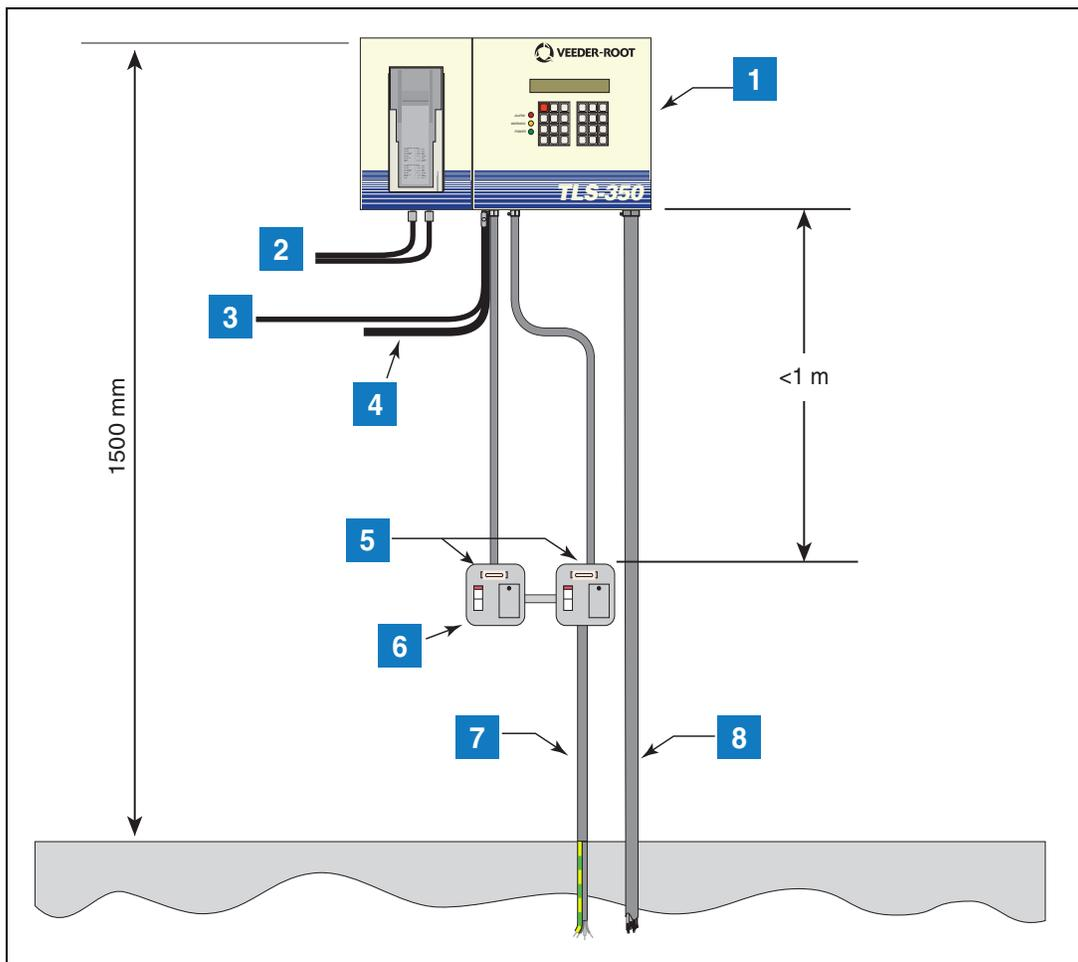
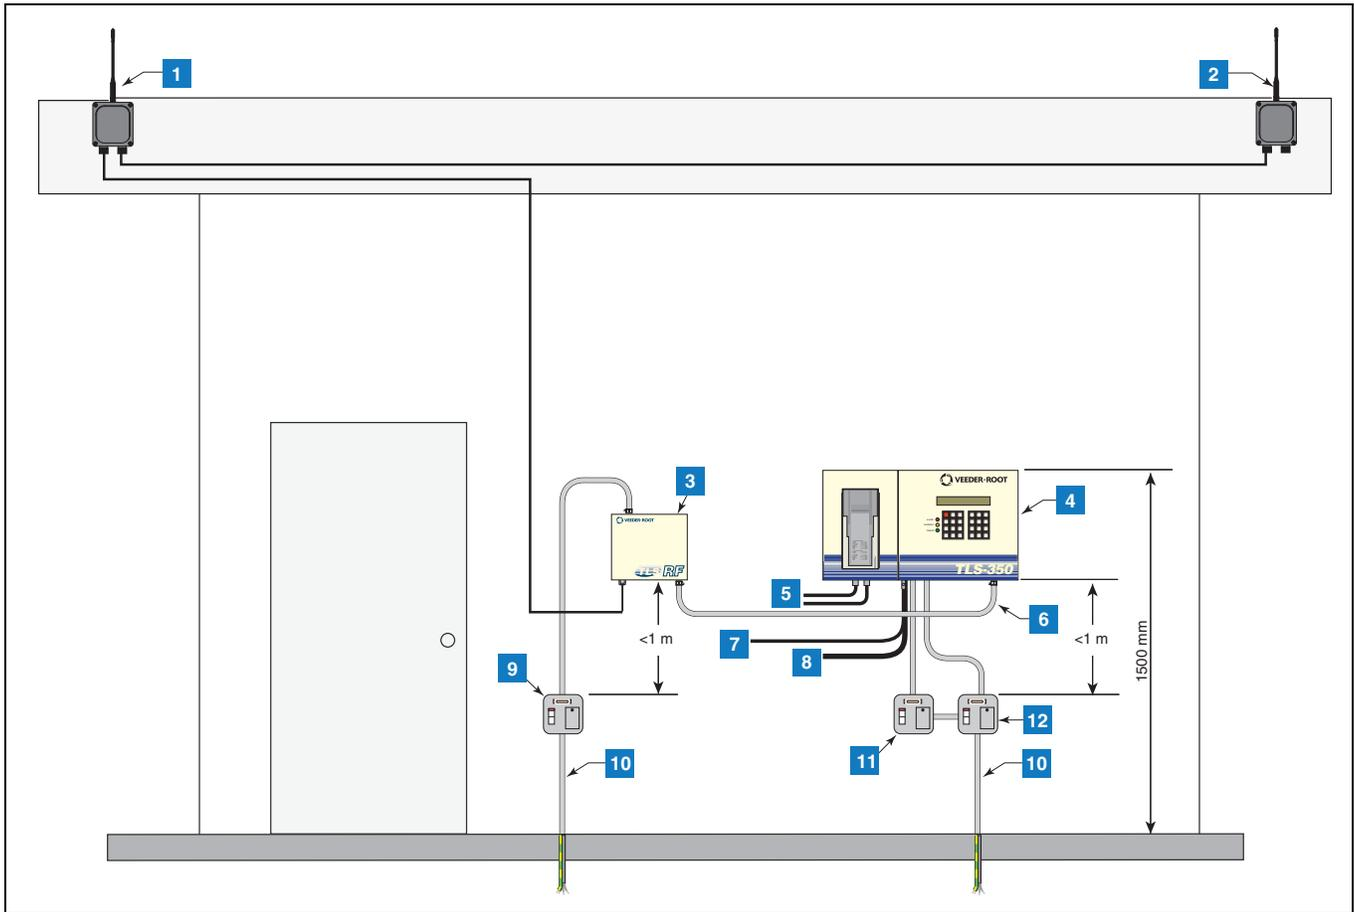
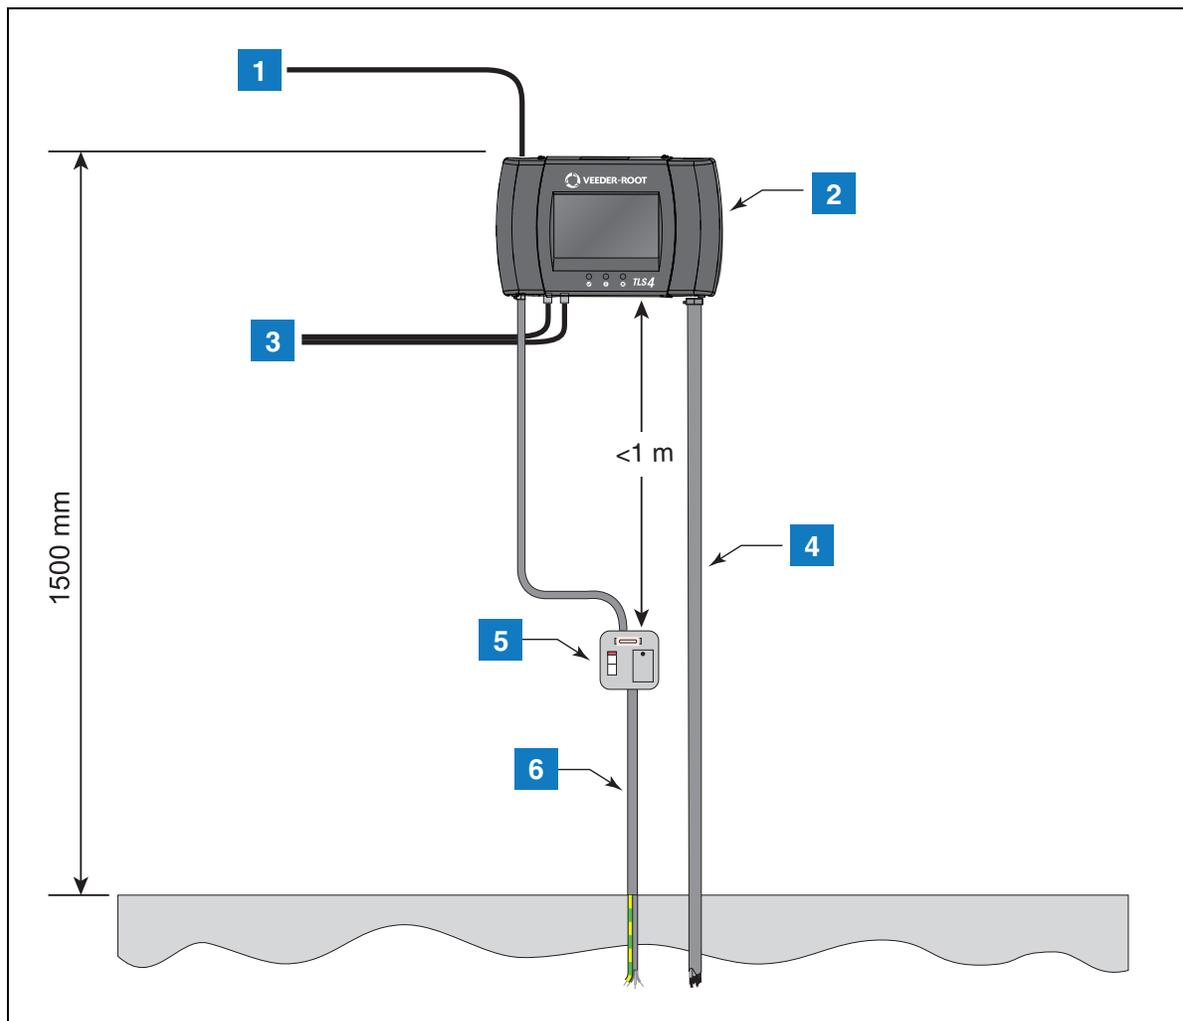

Figura 2. Ejemplo de instalación de una consola TLS-3XX
Figura 4. Ejemplo de instalación de TLS RF
Figura 5. Ejemplo de instalación de una consola TLS4/8601
La consola del sistema debe colocarse en una pared interior del edificio de la estación de servicio a una altura de 1500 mm desde el nivel del suelo. En la Figura 2, la Figura 4 y la Figura 5 se muestran las configuraciones de instalación de la consola habituales.
**LEYENDA PARA LOS CUADROS NUMERADOS DE LA Figura 2**
**LEYENDA PARA LOS CUADROS NUMERADOS DE LA Figura 4**
**LEYENDA PARA LOS CUADROS NUMERADOS DE LA Figura 5**